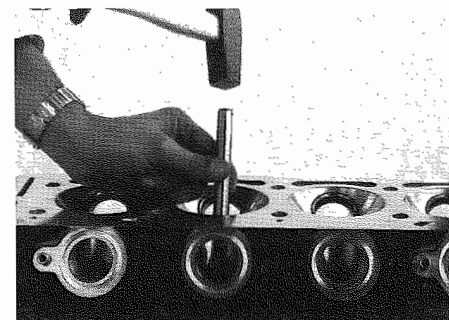

Fig. 40 - Tampone n. 11
- Le guide-valvole (quelle di scarico sono più lunghe) sono montate a freddo con interferenza (vedi pag. 1-2). Per estrarle usare il tampone n. 11 come mostrato in **Fig. 40**.
- Valve-guides (exhaust valve guides are longer) are cold fitted with interference (see page 1-2). To remove them use pad No. 11 as shown in **Fig. 40**.